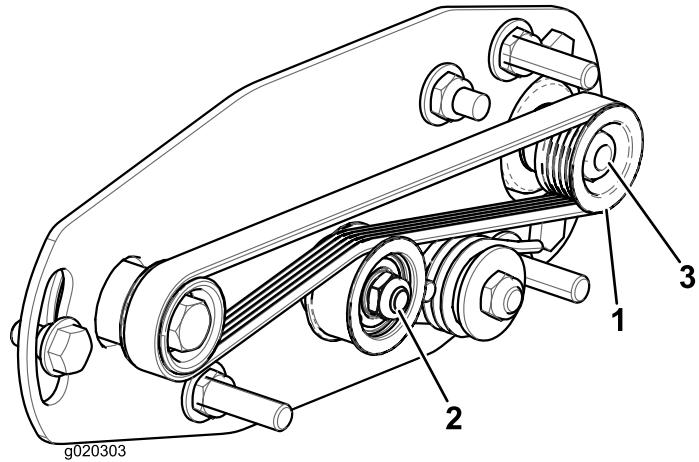
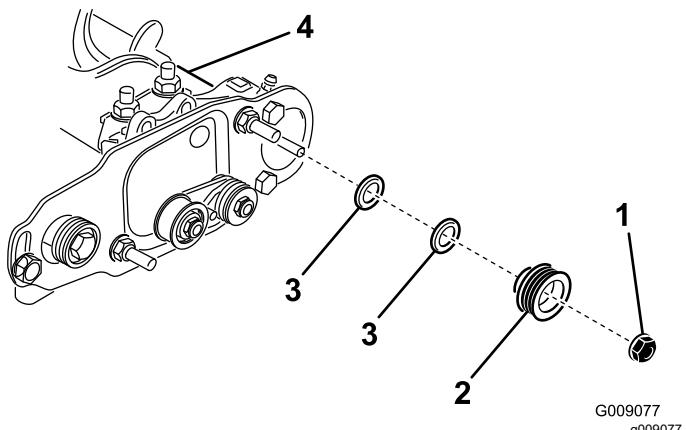

Figura 22
Figura 23
1. La polea arrastrada (en el eje del cepillo del rodillo) puede desplazarse hacia dentro y hacia fuera (Figura 22).
2. Mientras gira del molinete, que hará girar a su vez la polea motriz, haga palanca para retirar la correa de la polea motriz (Figura 22).
- Retire la contratuerca que sujeta la polea arrastrada al eje del cepillo (Figura 22 o Figura 23).
- Retire la polea arrastrada del eje (Figura 23).
- Si es necesario desplazar la polea hacia fuera, añada una arandela de 0,8 mm de grosor (Figura 23).